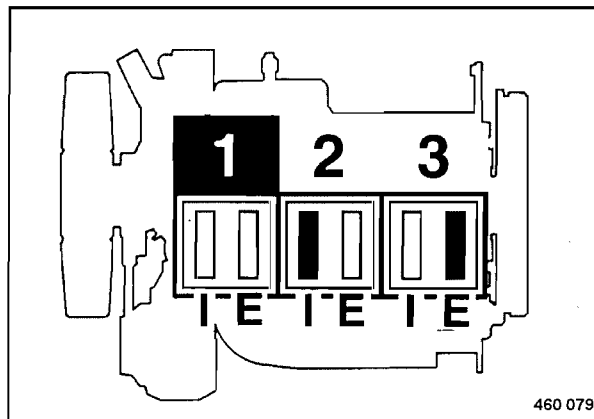

Fig. 119
- Comprobar las válvulas marcadas en negro en los cilindros 2 y 3 (Fig. 119) y ajustarlas si fuese necesario.